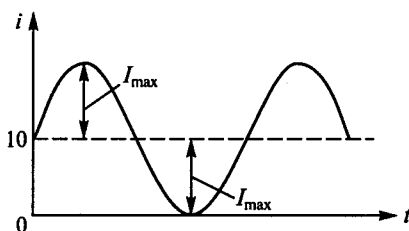

Рис. 106
3.64. Указать неправильный ответ на следующие вопросы, определяющие кривую периодического тока, проходящего по некоторой цепи, показанной на рис. 106.